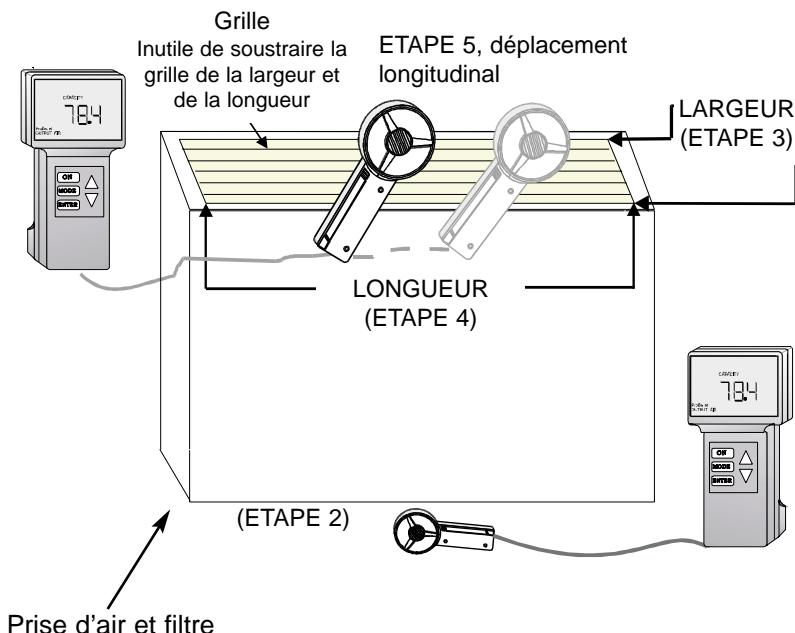

Fig. 14
5.5.4 Au moyen des touches  $\triangle\nabla$ , entrez la largeur de la bouche de sortie en pouce et appuyez sur ENTER (Fig.14 étape 3). « ENTER LENGTH » s'affichera en clignotant sur l'écran LCD.
**Remarque:** lors de la mesure de l'air repris, il est conseillé de REGLER LA VITESSE DU VENTILATEUR SUR HIGH (ELEVEE) et de placer la sonde au centre de la grille de prise d'air (aucun balayage n'est nécessaire pendant cette mesure). (Fig. 14).